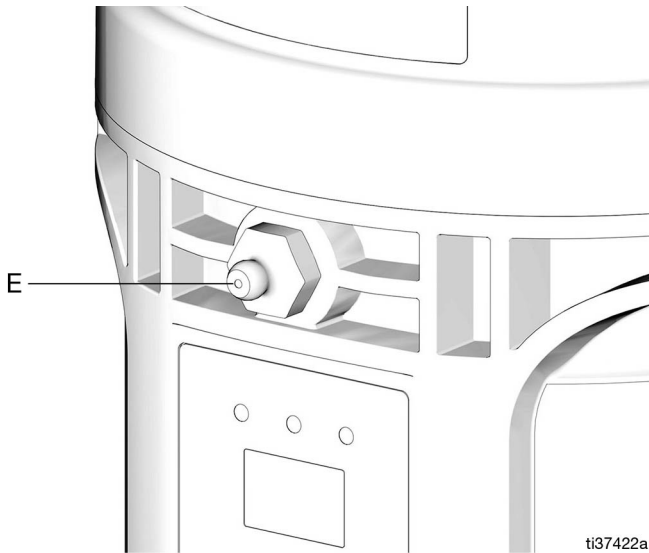

ABB. 19
1. Füllschlauch an die Zerk-Einlass-Füllverschraubung (E) (ABB. 19) anschließen.